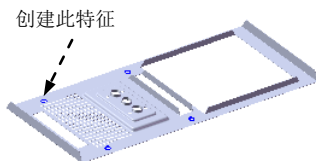
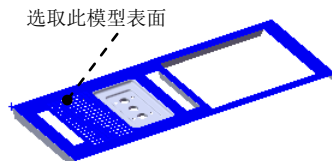

图 17.8.54 创建切除一拉伸 6
图 17.8.55 定义草图平面
Step15. 创建图 17.8.54 所示的切除一拉伸 6。选取图 17.8.55 所示的表面为草图平面, 绘制图 17.8.56 所示的横断面草图。采用系统默认的切除深度方向; 在 **方向1** 区域的下拉列表中选择 **完全贯穿** 选项。